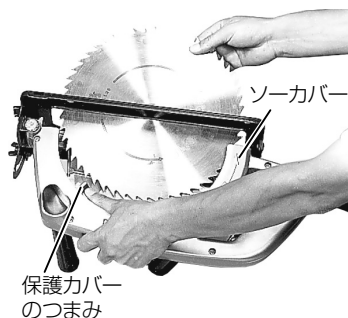

図 15
- (3) 保護カバーのつまみをもって、保護カバーをソーカバーの中に引き込み、(図 15) のこ刃を取出します。